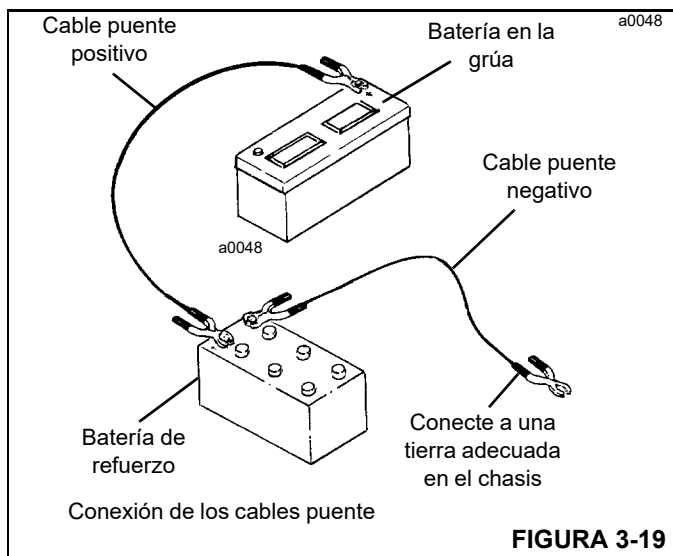

FIGURA 3-19
6. Conecte un extremo del cable puente positivo (+) (normalmente rojo) al conector de arranque con batería de refuerzo. Consulte la Figura 3-19.